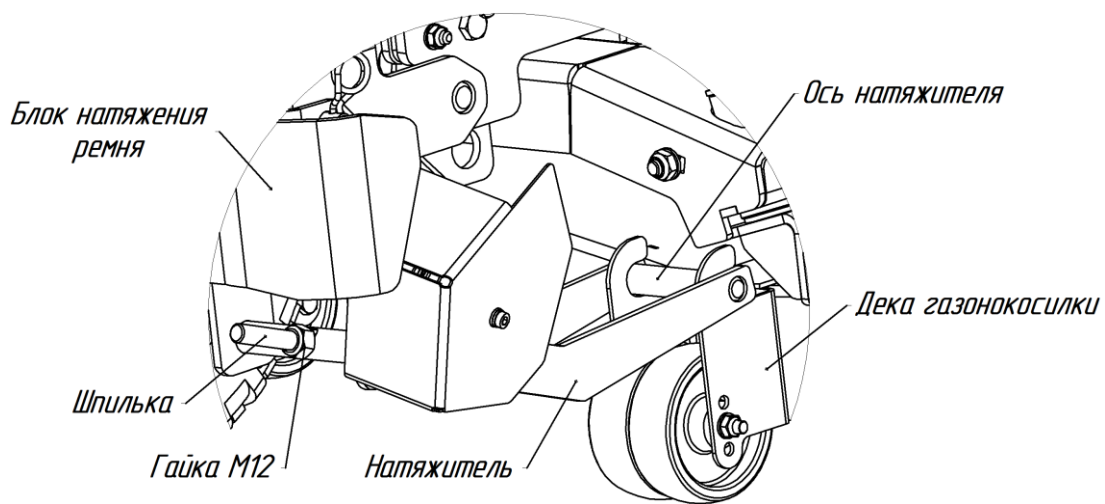

Рис.11. Установка натяжителя.
- заведите ось натяжителя в пазы на деке газонокосилки, установите тягу натяжителя в отверстие блока натяжения ремня и зафиксируйте гайкой М12, не затягивая соединение (рис.11).
- установите ремень на ведомый шкив МТ, далее ведомая ветка ремня (на рисунке – верхняя) огибает шкив узкий (ближний к раме блока натяжения) сверху, затем следует к шкиву деки газонокосилки и возвращается к шкиву широкому снизу, далее поднимается обратно к ведомому шкиву (рис.11).
- отрегулируйте положение деки газонокосилки тягой натяжителя и затяните гайку М12 (рис.11).